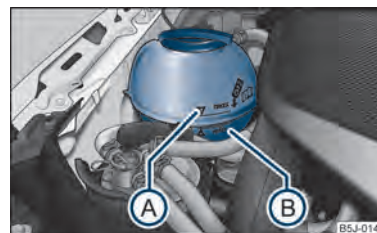

Fig. 130 Vano motor: Depósito de expansión del líquido refrigerante.
- Compruebe el nivel de líquido refrigerante en el depósito de expansión del mismo ⇒ fig. 130. Con el motor frío, el nivel del líquido refrigerante debe encontrarse entre las marcas "MIN"  y "MAX" . Con el motor caliente, el nivel puede sobrepasar también un poco la marca de "MÁX."
- Coloque un trapo sobre el tapa del depósito de expansión de líquido refrigerante ⇒ fig. 130 y desenrosque el tapón con **cuidado** girándolo hacia la izquierda ⇒ .